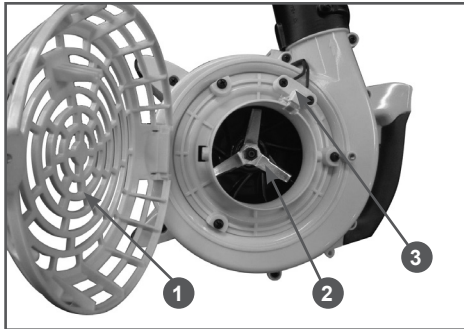

Рис. 8 Предохранительные элементы ножа для измельчения
3. Проверить исправность органов управления и предохранительных элементов 1,3, ножа 2 для измельчения (Рис. 8).